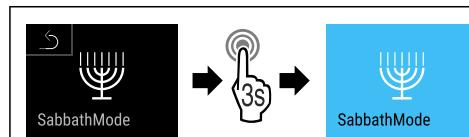

Fig. 12
- Выполните шаги действия (см. Fig. 12).